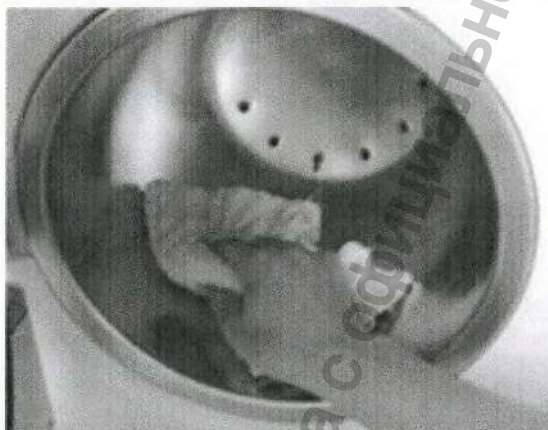

Рис. 38 – Очистка камеры стерилизатора.
2. Намочите в спирте или дистиллированной воде безворсовую ткань и протрите внутреннюю поверхность камеры, как показано на рис. 38.